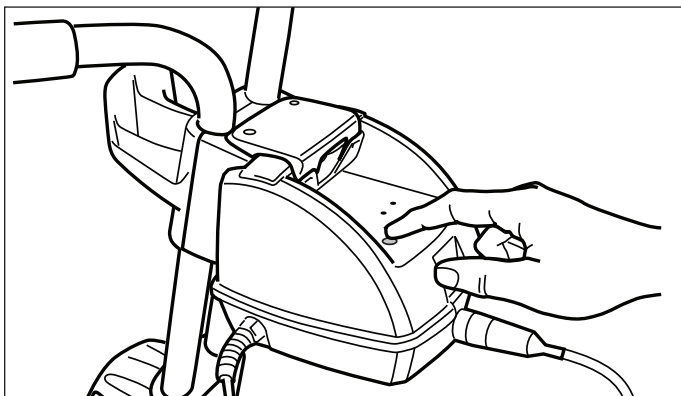

Figure 20. Éteindre le nettoyeur
4. Afin d'arrêter le robot pendant un cycle de nettoyage, appuyer sur le bouton « ARRÊT ». Se référer à la Figure 20.
9. Sortir le nettoyeur de la piscine en utilisant la poignée (se référer aux Figures 20 et 21). Ne jamais sortir le nettoyeur de la piscine en tirant sur le câble flottant.